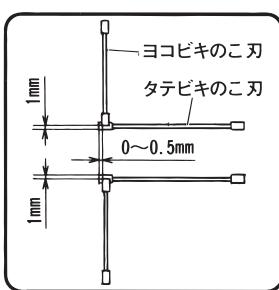

図 42
- (1) 固定ナットとボルトを付属の両口スパナ(13mm)でゆるめます。
- (2) アジャストナットの外周穴に付属の棒スパナを差し込み、アジャストナットをまわします。
- (3) 図42の位置になるようヨコビキのこ刃を調整します。
- (1) 切込み固定レバーをゆるめます。
- (2) ソーカバーを手で動かし、図42の位置になるよう調整します。
タテビキのこ刃とヨコビキのこ刃は、図42のように調整してください。